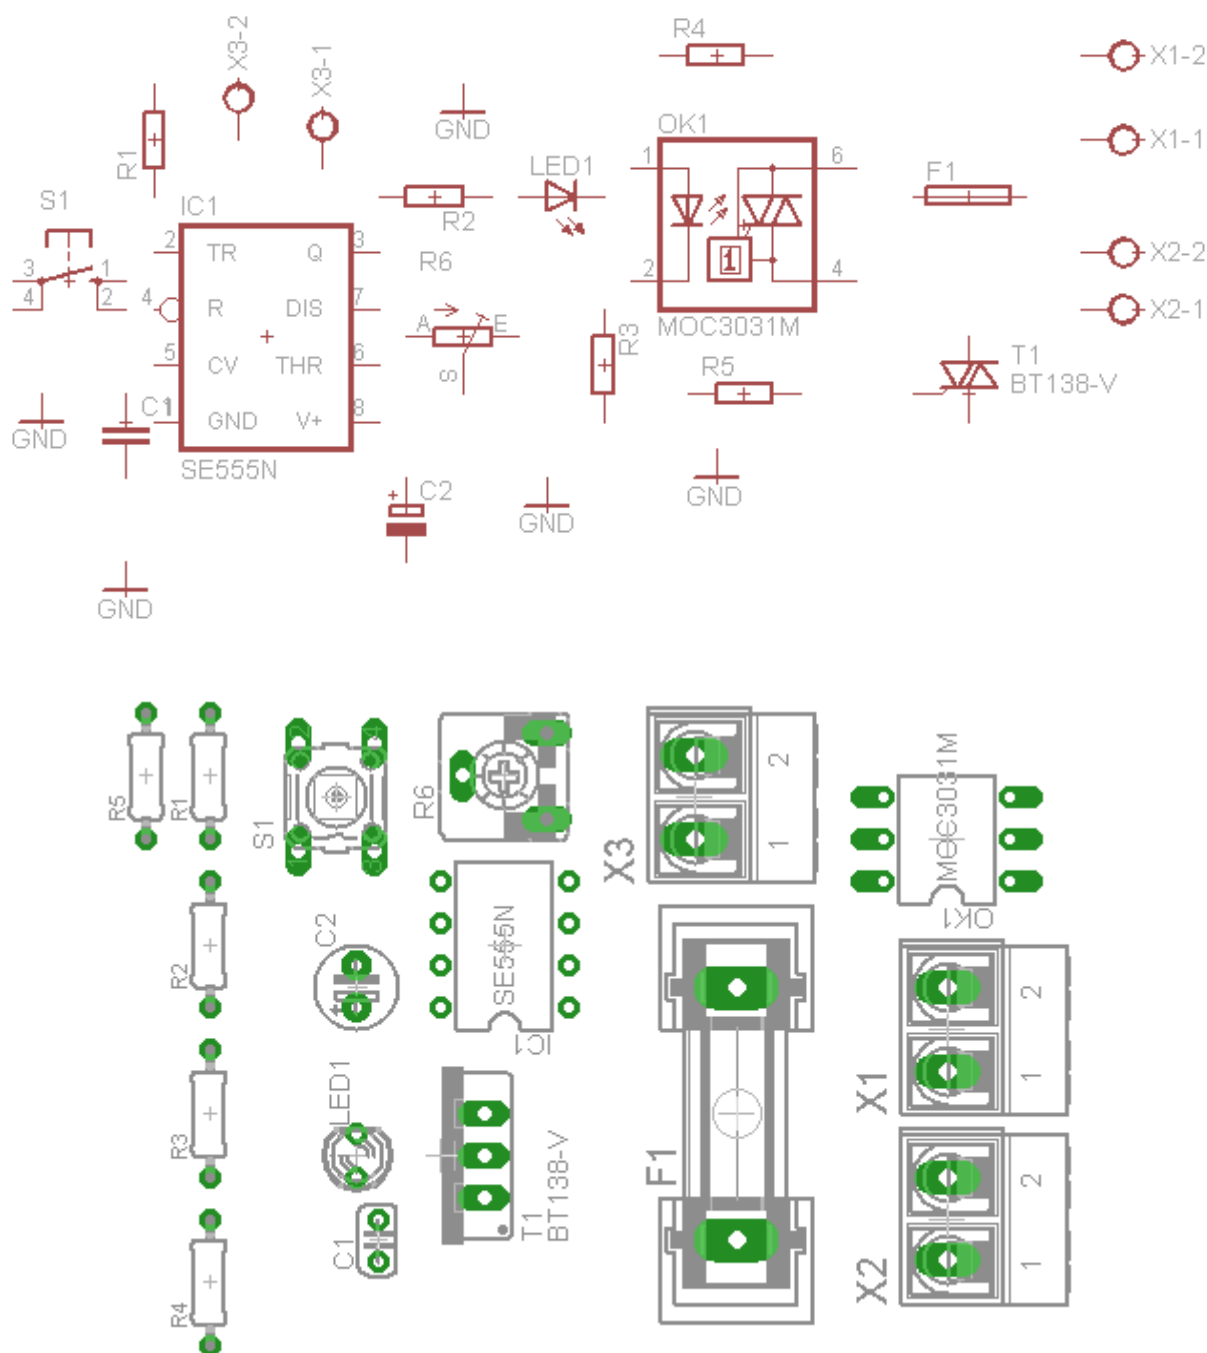

Rysunek 1. Wyłącznik czasowy z triakiem na wyjściu.
- 2.2. W celu realizacji projektu należy najpierw utworzyć plik ze schematem układu (odpowiednik **Rys. 1**). W tym celu należy kliknąć PPM na utworzony w p. 2.1 folder i wybrać **New -> Schematic**.